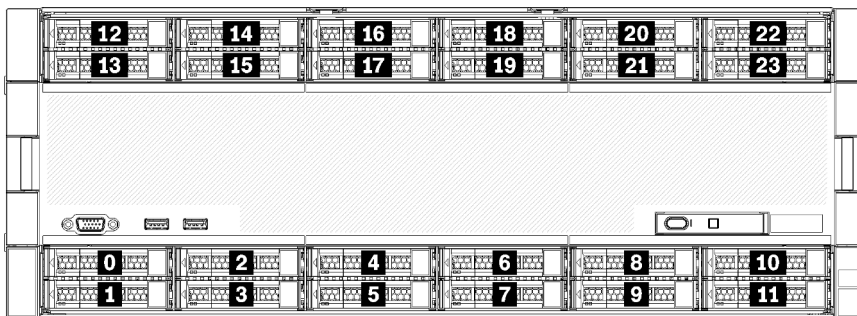

Figura 3. Ubicaciones de bahías de unidad
- Las dos unidades superiores admiten unidades de interfaz SAS, SATA o NVMe (Lenovo AnyBay). El servidor puede admitir hasta 12 unidades NVMe, según la configuración del servidor. Las bahías de unidad con capacidades NVMe son las bahías pares, como se muestra en Figura 3 “Ubicaciones de bahías de unidad” en la página 16.